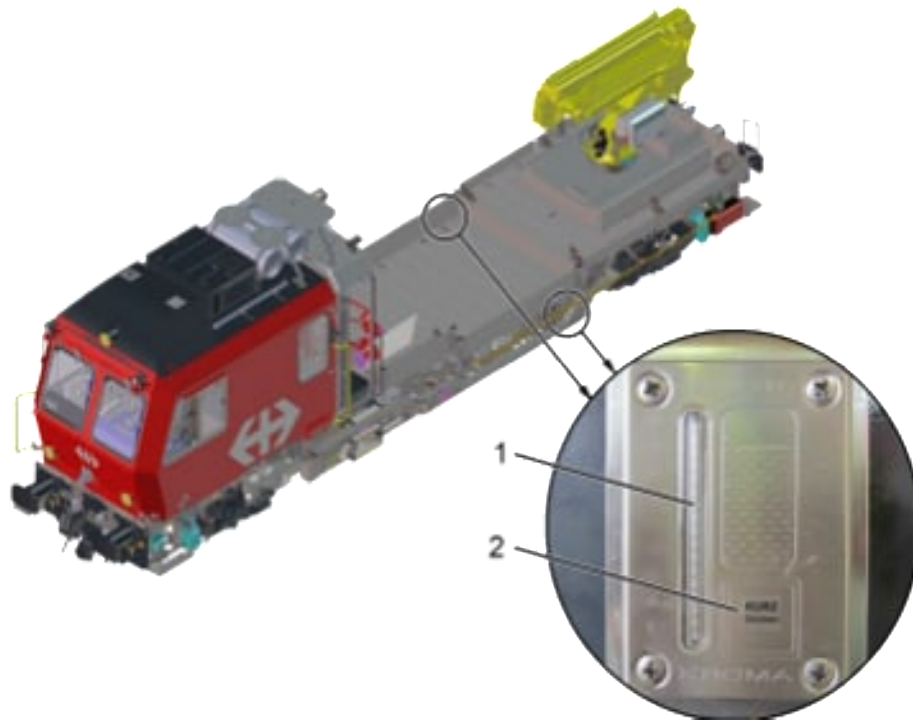

Abb. 24: Füllstandsanzeige
Zwei weitere Füllstandsanzeigen, siehe Abb. 24 (1), befinden sich im Bereich der Einfüllstutzen aussen am Fahrzeugrahmen. Der Füllstand kann auch bei nicht aufgerüstetem Fahrzeug (Batteriehaupschütz ausgeschaltet) kontrolliert werden. Durch Drücken des Tasters (2) wird die Füllstandsanzeige (1) für 15 s aktiviert.